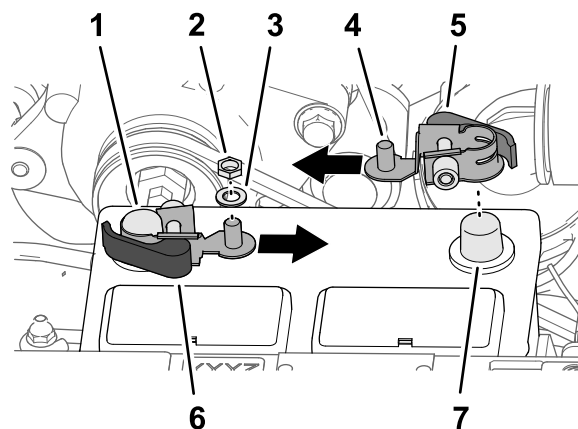

Рисунок 207
1. Удалите шестигранные гайки с шайбами с быстроразъемных зажимов с черной и красной ручками (Рисунок 207).
3. Установите быстроразъемный зажим на отрицательный штырь аккумуляторной батареи так, чтобы резьбовой штырь зажима был направлен в центр аккумуляторной батареи, как показано на Рисунок 207.